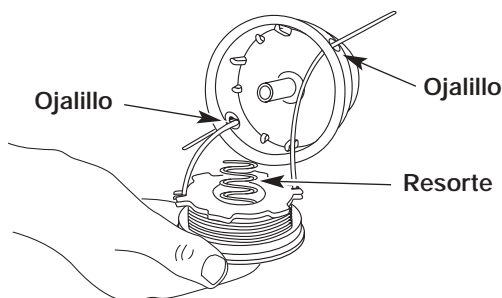

Figure 25
13. Inserte los extremos de la línea a través de los ojillos de la bobina exterior y coloque el carrete interior con el resorte dentro de la bobina exterior (Fig. 25). Empuje el carrete interior y la bobina exterior entre sí. Mientras sostiene el carrete interior y la bobina exterior, tome los extremos y tire con firmeza para soltar la línea de las ranuras de fijación de la bobina.
5. Inserte los extremos de la línea a través de los ojalillos de la bobina exterior (Fig. 25).